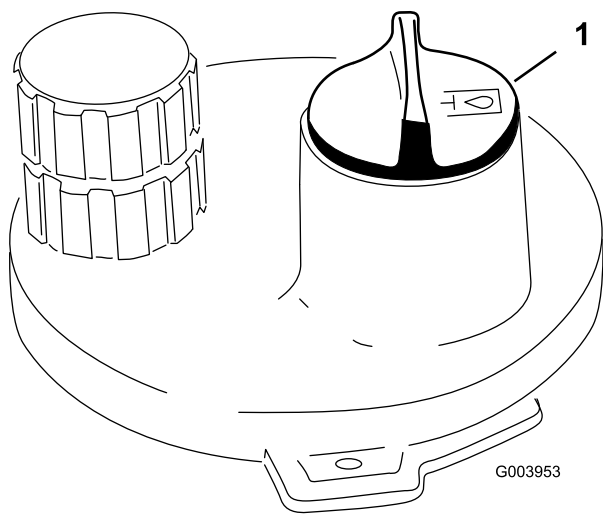

図 38
3. 油圧オイルタンクの注油口周辺をきれいに拭き、キャップ (図 38) を外す。給油口からキャップを取る。